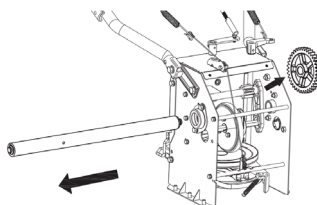

Рисунок 50
3. Вытащите приводной вал. См. рисунок 50